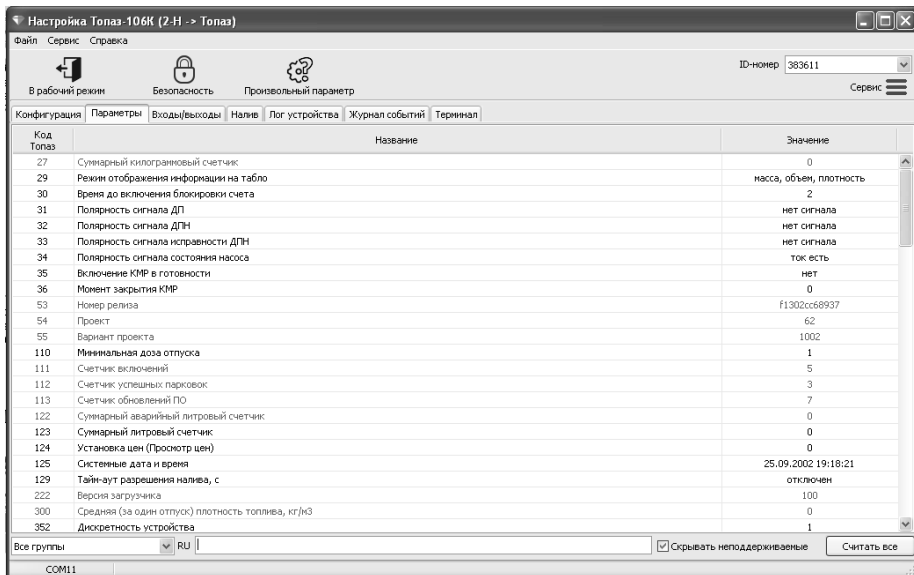

Рисунок 5
10.5 На вкладке "Параметры" (рисунок 5) можно просмотреть и при необходимости изменить значения параметров устройства.